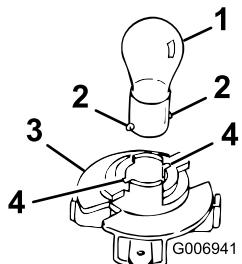

Figura 41
3. Ruotate il portalampada di 1/4 di giro in senso orario e toglietelo dal riflettore (Figura 41).
4. Premete la lampada e giratela in senso antiorario finché non si ferma (circa 1/4 di giro), quindi toglietela dal portalampada (Figura 41).
2. Inserite la base nel portalampada (Figura 41).